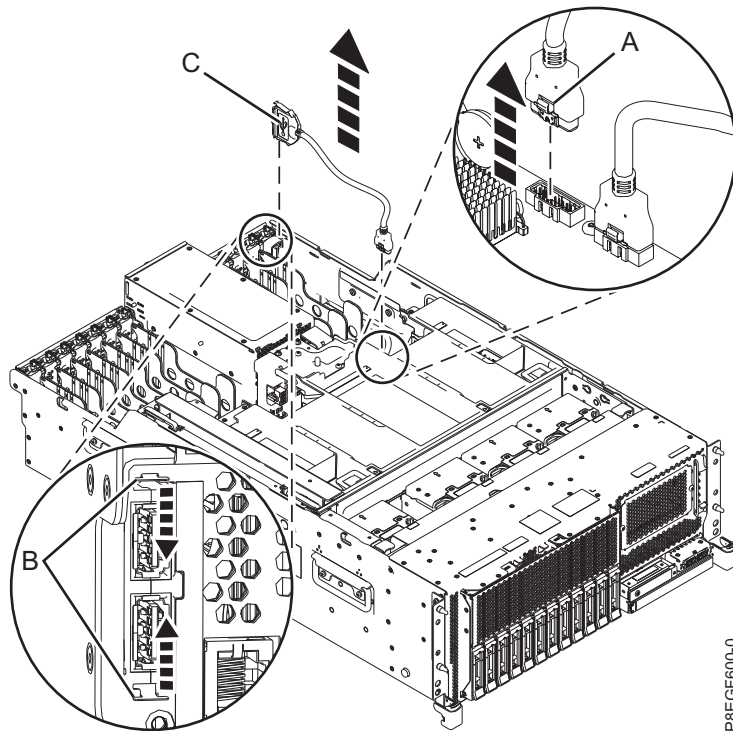
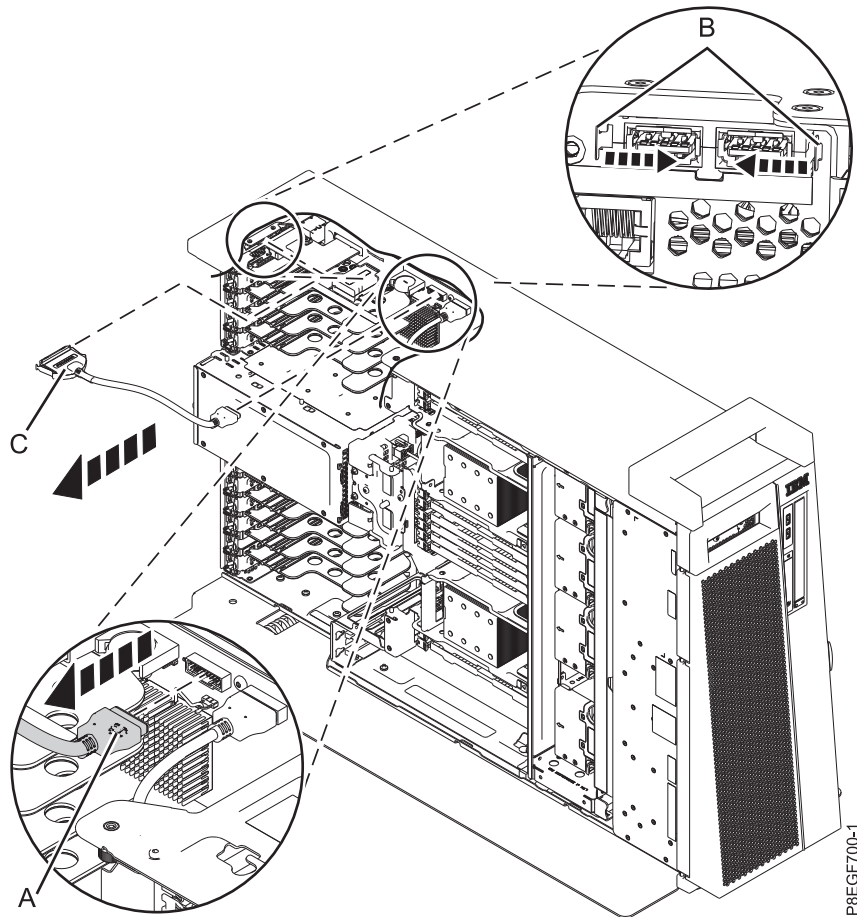

Abbildung 1. Hinteres USB-Kabel abziehen
Abbildung 2. Hinteres USB-Kabel bei der Standalone-Version des Systems vom Typ 8286-41A abziehen
3. Ziehen Sie das hintere USB-Kabel (A) aus der Rückwandplatine des Systems heraus. Siehe Abb. 1 oder Abb. 2 auf Seite 5 für die Standalone-Version des Systems vom Typ 8286-41A.
4. Drücken Sie an der Rückseite des Systems in der angegebenen Richtung auf die Schnappverschlüsse (B), um das Gehäuse des hinteren USB-Kabels (C) zu entriegeln.